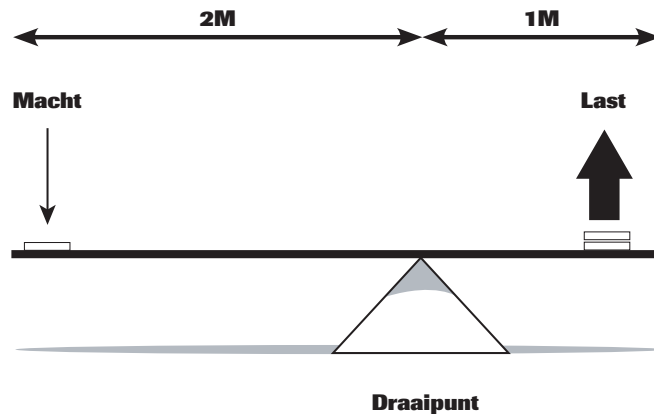

Fig. 2
- ⊗ Bij de hefboom van de 1e soort hieronder (fig. 2) is de macht twee keer zover van het draaipunt als de last. Het optillen van de last vereist een kracht die maar de helft is van het gewicht van de last. Op dezelfde manier geldt dit voor een kracht die drie keer zo ver weg is van het draaipunt. Nu is slechts een derde van de kracht nodig.